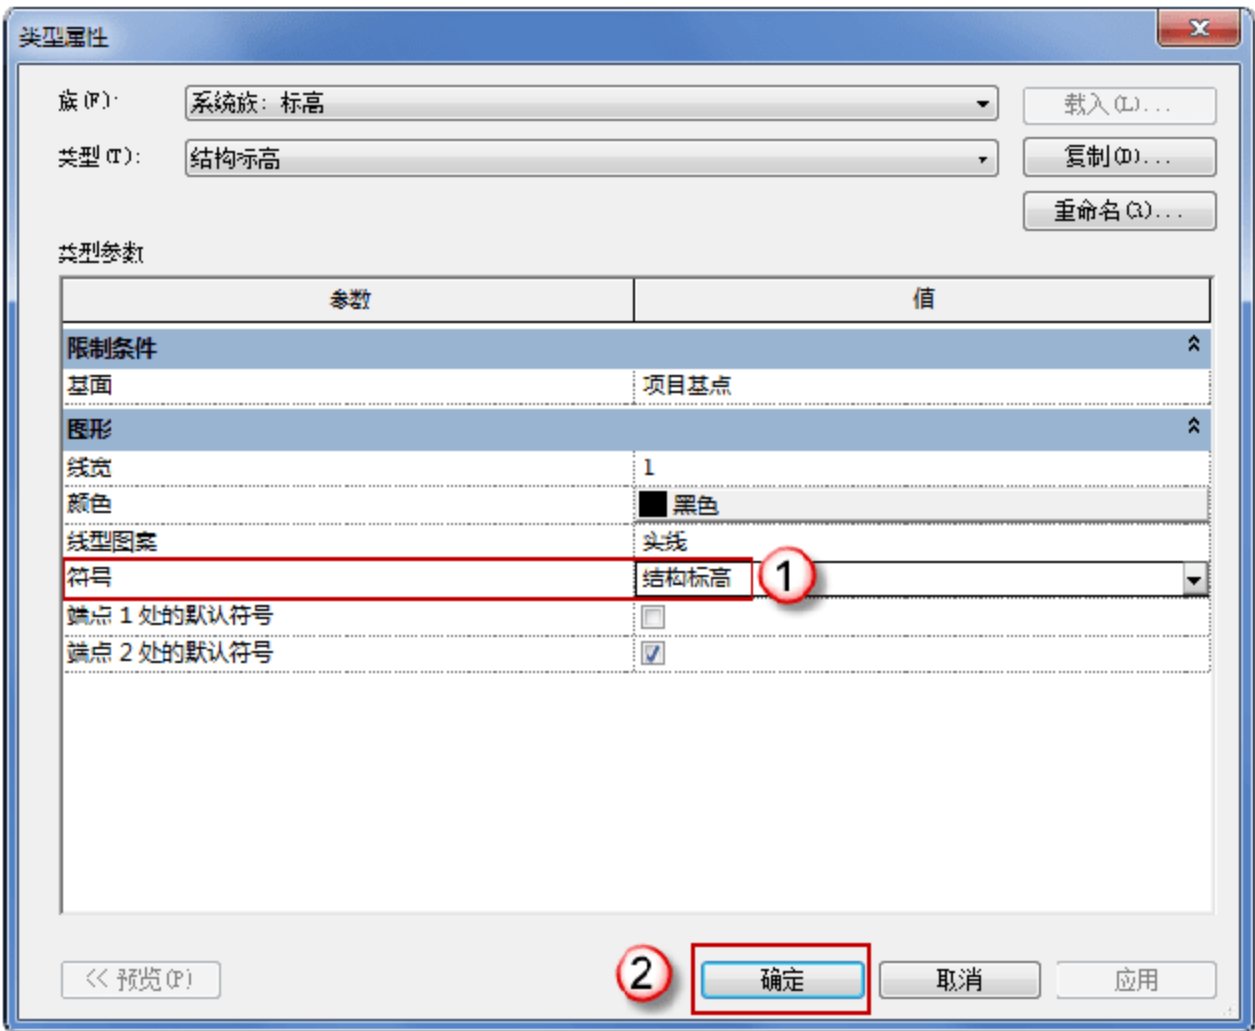
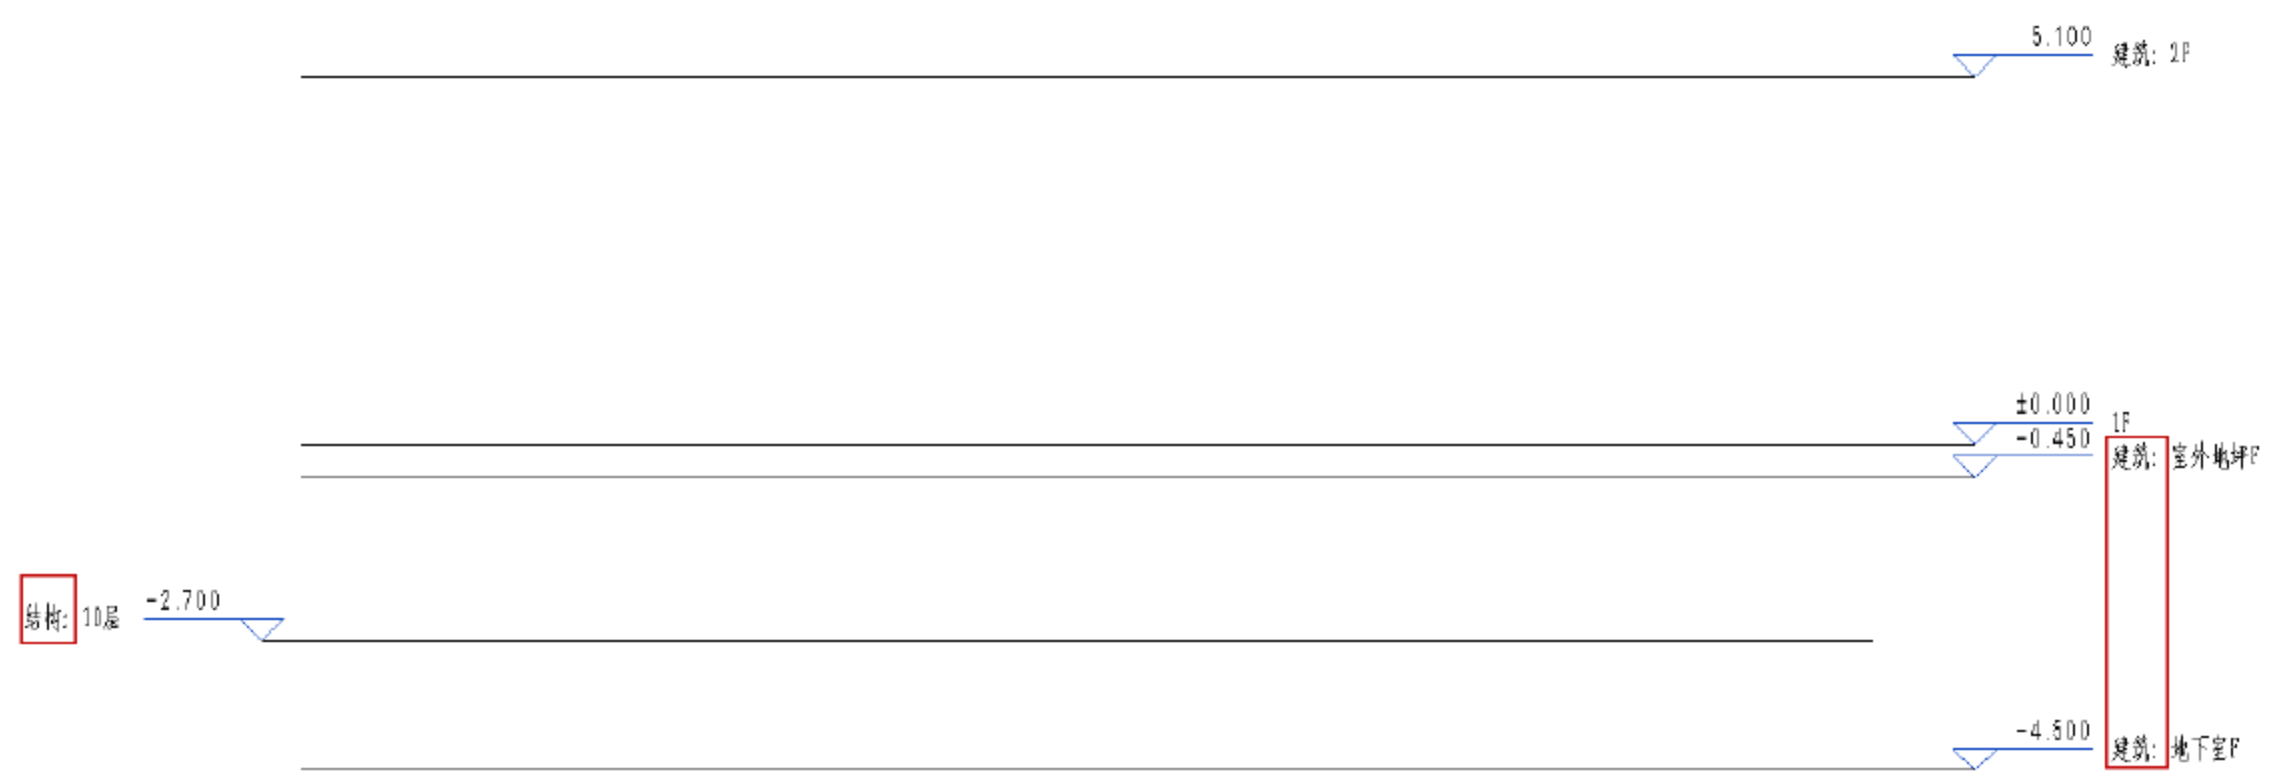

图 1.2.43 结构标高符号
图 1.2.44 结构与建筑标高
(5) 在“类型属性”对话框中的“符号”一栏中选择“结构标高”选项（这就是第 (4) 步载入的族），单击“确定”按钮，如图 1.2.43 所示。完成操作后，可以观察到屏幕操作区中，建筑标高在右，而结构标高在左，如图 1.2.44 所示。